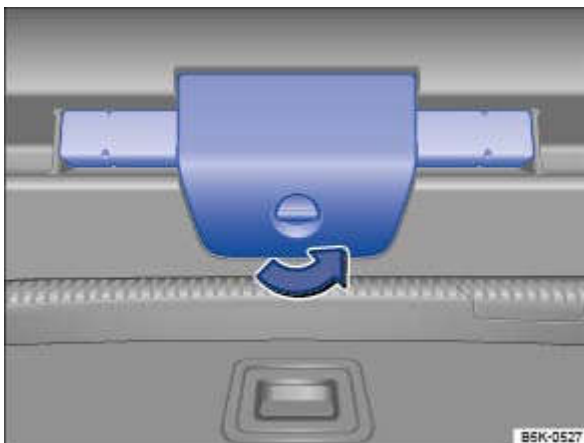

Fig. 253 Dans le capot arrière : ouverture du support du triangle de présignalisation
- Tournez le verrouillage du support du triangle de présignalisation de 90° dans le sens de la flèche → Fig. 253 .